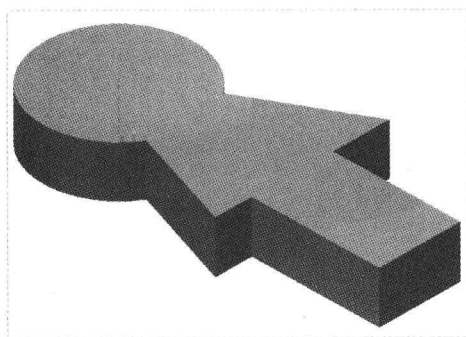

图 4-25 创建圆弧基准轴
Step 04 单击“确定”按钮,此时系统自动命名为 A_1,在绘图区的空白位置单击鼠标左键,即可创建圆弧基准轴,如图4-25所示。